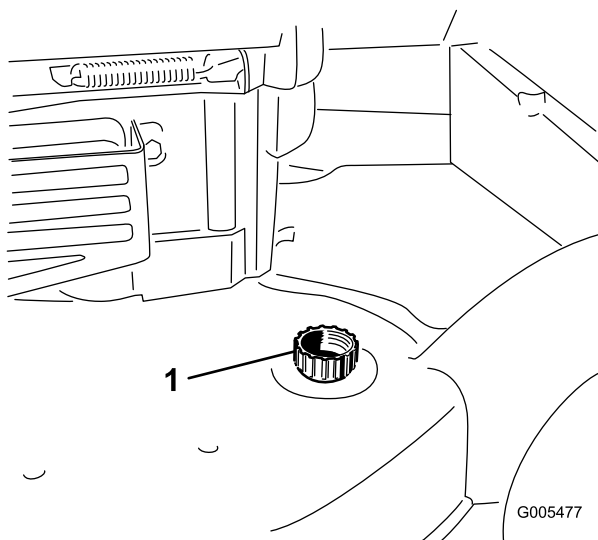

Figure 40
3. Branchez un tuyau d'arrosage, relié à une arrivée d'eau, au raccord de lavage du carter de la tondeuse (Figure 40).